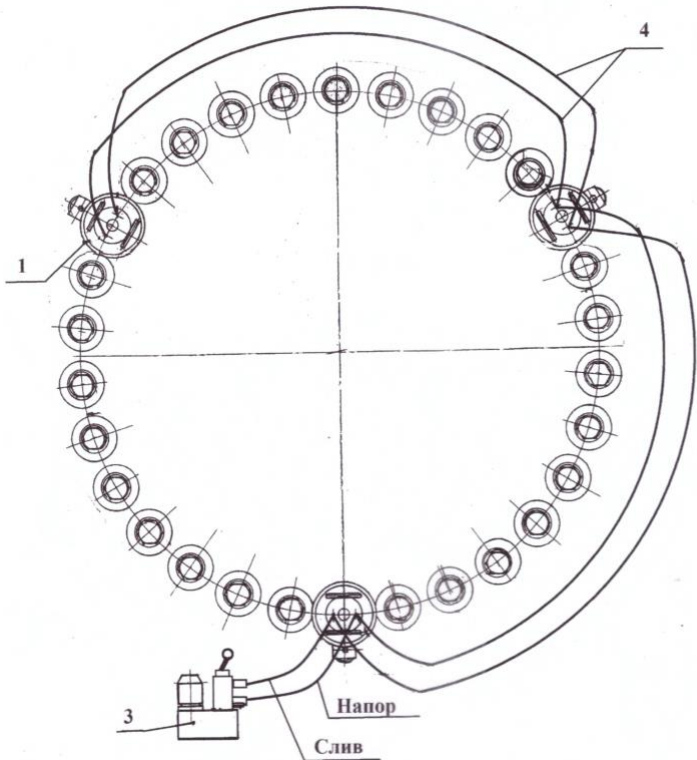

Рисунок 1
4.1 Устройство (рис.1) состоит из трёх силовых блоков 1, с опорами 2 и гидростанции 3, соединенных между собой коллектором 4.
5.2.5 Соединить рукавами высокого давления 4 (рис.1) гидростанцию 3 с каналом А силового блока 1.